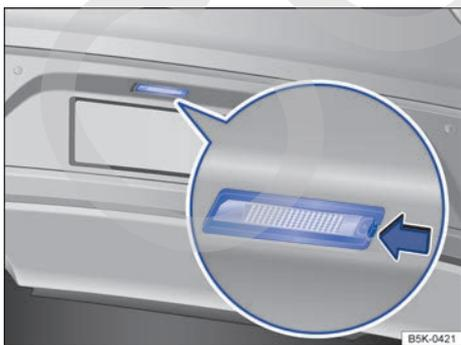

Fig. 184 En el paragolpes trasero: luz de matrícula.
2. Presione la pestaña de encastre de la unidad de iluminación en el sentido de la flecha → fig. 184.